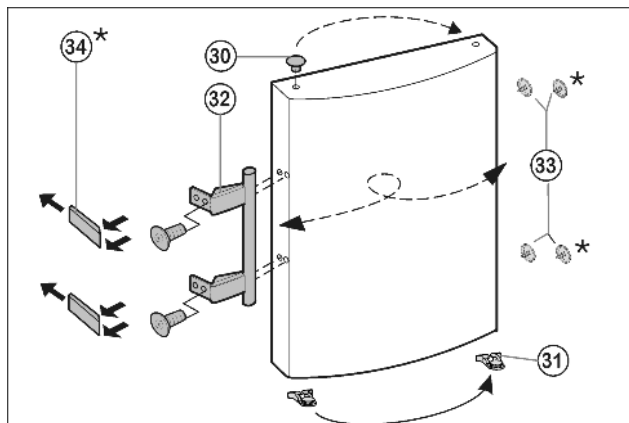

Fig. 8
- ▶ Wyciągnąć wkładkę Fig. 8 (30) z zawiasu drzwi i przenieść na drugą stronę.
- ▶ Zdemontować uchwyt drzwi Fig. 8 (32), zatyczki Fig. 8 (33) oraz płytki dociskowe\* Fig. 8 (34) i przenieść je na przeciwną stronę.